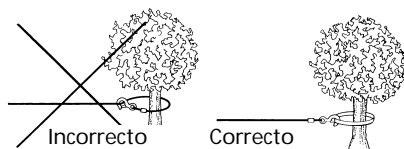

Figura 4
9. NUNCA ENGANCHE EL CABLE DE ALAMBRE SOBRE SÍ MISMO PORQUE PODRÍA DAÑARLO. Use una eslinga de nilón (Figura 4).